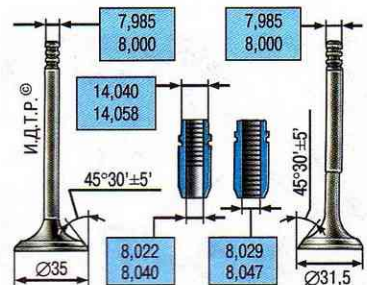

Рис. 4.8. Размеры клапанов и их направляющих втулок
44. Проверьте зазоры между направляющими втулками и клапанами (рис. 4.8). Зазор вычисляется как разность между диаметром отверстия во втулке и диаметром стержня клапана. Проверку зазора рекомендуется выполнять в специализированной мастерской, так как для измерения диаметра втулок нужен специальный инструмент (нутромер).